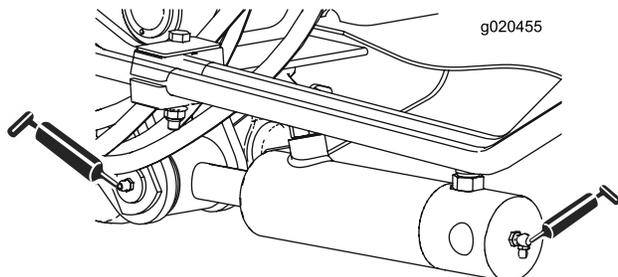

Figura 44
- Casquilhos do cilindro do braço de elevação (2 cada) (Figura 44)